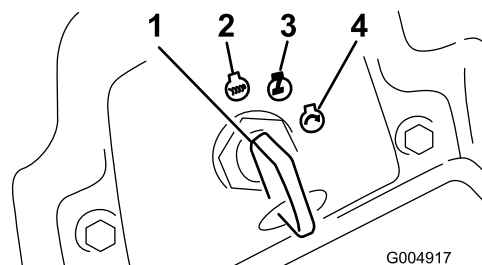

図 16
- キーをRUN位置に回す 図 16。グロープラグランプが6秒間点灯する。
- キーをOFF位置に回す 図 16。すべての部分が完全に停止してから運転席を立つ。